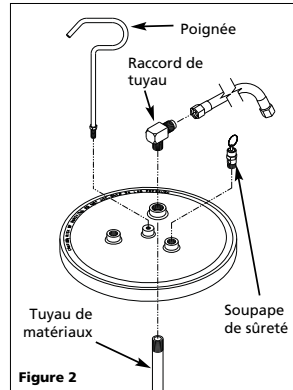

Figure 2
- Monter la soupape de sûreté à l'orifice du couvercle de réservoir (Voir Figure 2).
- Installer le raccord de tuyau flexible dans l'orifice du couvercle de réservoir du haut (Voir Figure 2).